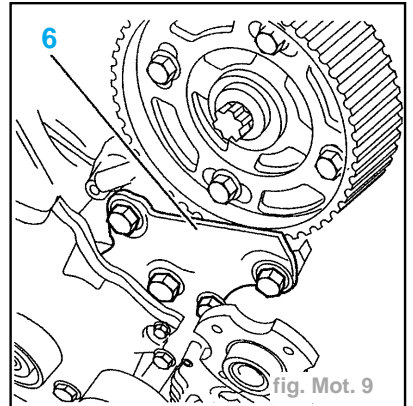

fig. Mot. 9
- Reposer les vis (5)
- Mettre en place le palonnier (1) équipé de ses chaînes (2) et le mettre en tension (réf. 102D et 102M).
- le support (6) (fig. Mot. 9)